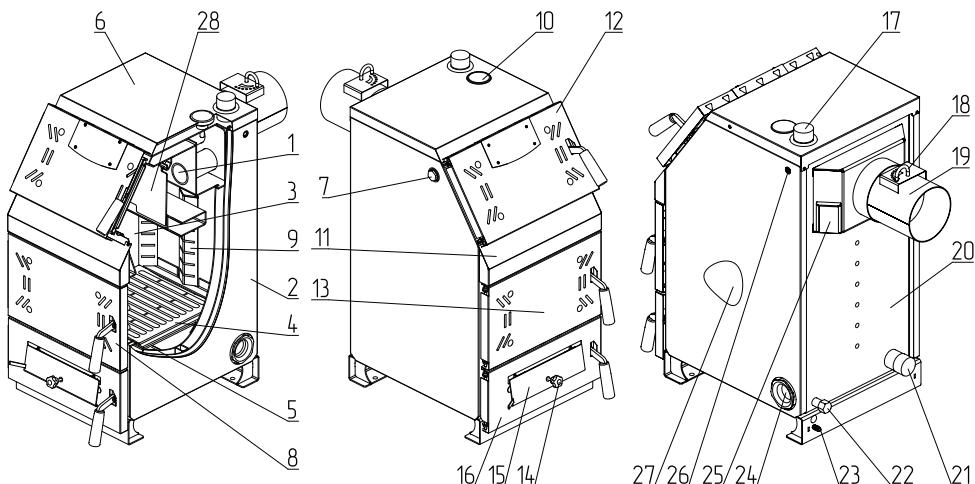

Рис.1 Устройство котла ZOTA Тополь-М
- Эксплуатировать котел без установленного зольного ящика (**Рис.1, поз.5**);
- Эксплуатировать котел без установленной заслонки (**Рис.1, поз.28**);
- Установка блоков ТЭН происходит в нижней части котла вместо заглушки (**Рис.1, поз.24**);